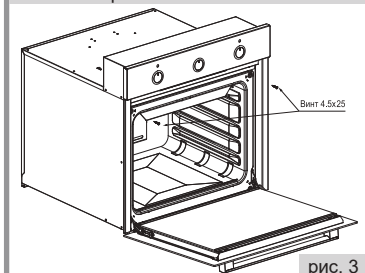

рис. 3
■ Для устранения возможности случайного перемещения, электрошкаф крепится к мебели двумя винтами с потайной головкой (рис. 3).